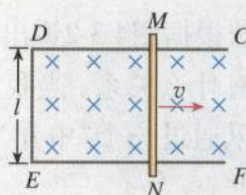

图 4.2-15 金属棒 MN 在金属架上向右匀速运动
7. 如图 4.2-15 所示，固定于水平面上的金属架 $CDEF$ 处在竖直向下的匀强磁场中，金属棒 MN 沿框架以速度 v 向右做匀速运动。 $t=0$ 时，磁感应强度为 B_0 ，此时 MN 到达的位置恰好使 $MDEN$ 构成一个边长为 l 的正方形。为使 MN 棒中不产生感应电流，从 $t=0$ 开始，磁感应强度 B 应怎样随时间 t 变化？请推导这种情况下 B 与 t 的关系式。